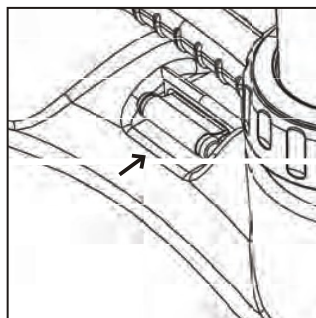

Рис. 4.
- Потяните ремень для переноски для фиксации и предотвращения выскальзывания (**Рис.4**).